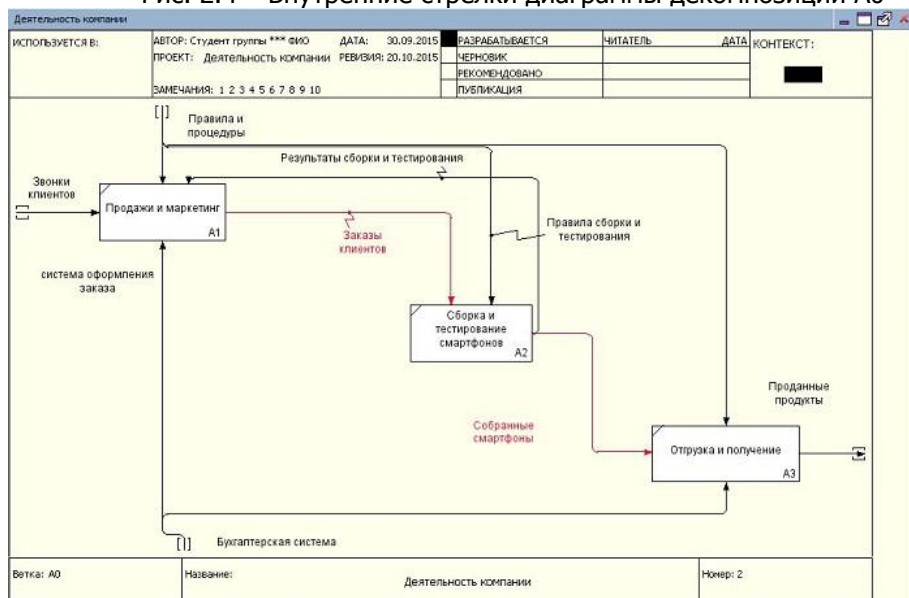

Рис. 2.5 – Результаты редактирования стрелок на диаграмме декомпозиции A0
2.7. Создайте стрелку обратной связи (по управлению) "Результаты сборки и тестирования", идущую от работы "Сборка и тестирование смартфонов" к "Продажи и маркетинг". Измените стиль стрелки - толщину (правая кнопка мыши → "Редактировать активный элемент" → вкладка "Линия"). Методом drag&drop возможно переносить стрелки и их названия. При необходимости возможно установить "тильду" (опция контекстного меню при нажатии на стрелке правой кнопкой мыши) для явной связи стрелки и подписи к ней (рис. 2.5).